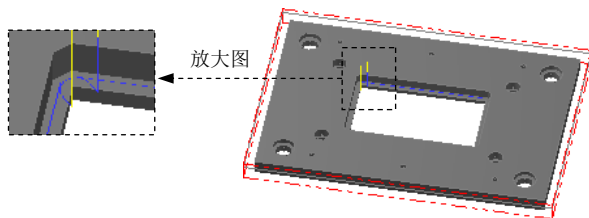

图 2.35 刀具路径
Step10. 设置共同参数。在“2D 刀具路径-外形铣削”对话框的左侧节点列表中单击 共同参数 节点，在 工作表面(T) 文本框中输入值 0，在 深度(D)... 文本框中输入值-8，完成共同参数的设置。
Step11. 单击“2D 刀具路径-外形”对话框中的 按钮，完成参数设置，此时系统将自动生成图 2.35 所示的刀具路径。